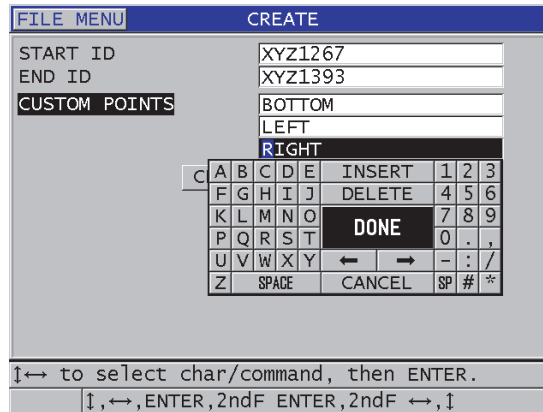

Abbildung 11-6 Konfiguration des ID-Bereichs für Zählfolgen mit Zusatzpunkten
3. Verfahren Sie auf der zweiten Seite des Fensters **ERSTELLEN** (siehe Abbildung 11-6 auf Seite 200) wie folgt: